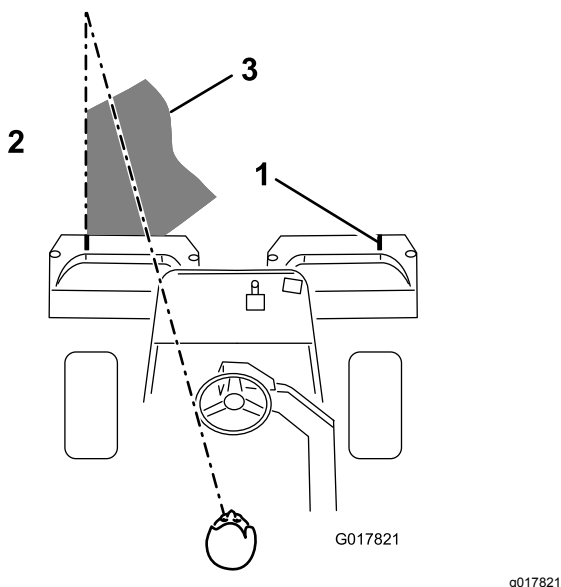

图 41
- 掉头回来的下一道、请与前一道保持最小的交叠量。为了保持以直线方式穿过果岭、并使得机器与此前剪草的边缘保持等距、请在机器前到果岭未剪部分的边缘虚构一条长约 1.83m 的视线图 41。有人发现将方向盘的外缘看作视线的一部分非常有用即让方向盘边缘对准与机器前面始终保持等距的某个点图 41。